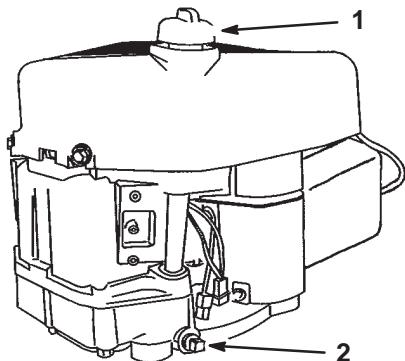

Bild 16
8. Stellen Sie eine Auffangwanne unter die ÖlAblassschraube (Bild 16) und nehmen Sie die Schraube ab.